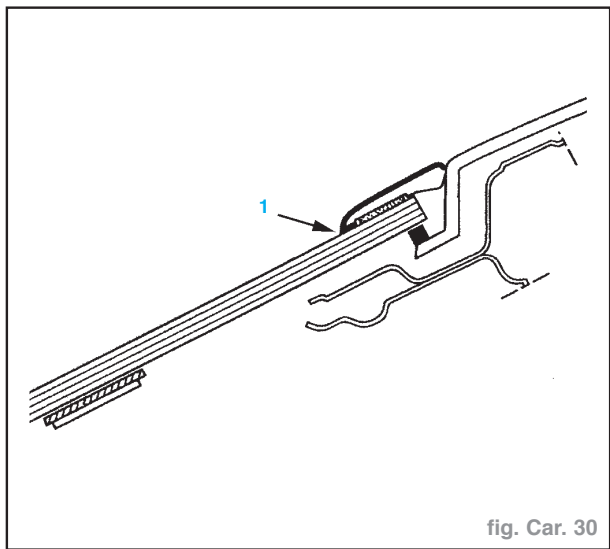

fig. Car. 30
- Le clipsage de la clé par simple pression du doigt n'est pas efficace car le retour (1) n'est pas engagé sous les enjoliveurs : il y a risque de perte (fig. Car. 30).